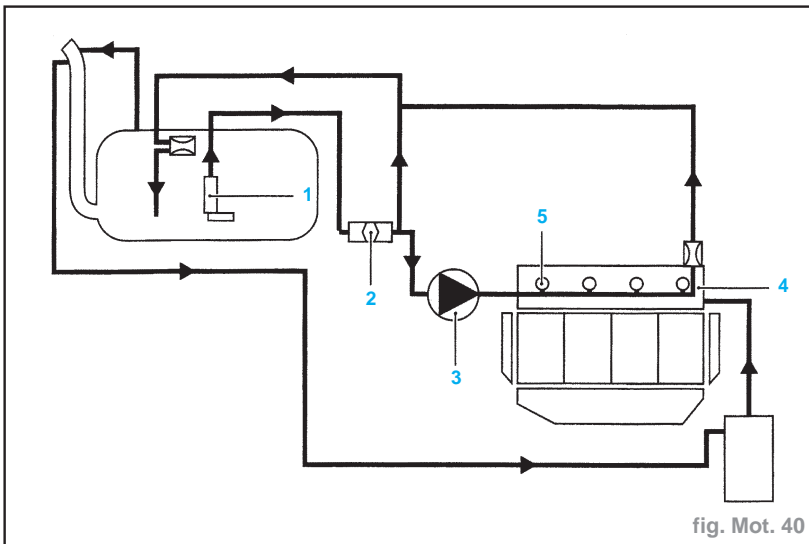

fig. Mot. 40
- Le circuit d'alimentation en essence est composé de : (fig. Mot. 40)
- la pompe d'alimentation basse pression (4,5 bar) placée dans l'ensemble jauge/pompe dans le réservoir (1),
- un filtre à carburant situé à l'avant du réservoir (2),
- une pompe mécanique haute pression (50 à 100 bar) située en bout d'arbre à cames (3),
- une rampe d'injection (haute pression) équipée du capteur et du régulateur (non démontable) de pression (4),
- quatre injecteurs électromagnétiques débouchant directement dans la chambre de combustion (5).